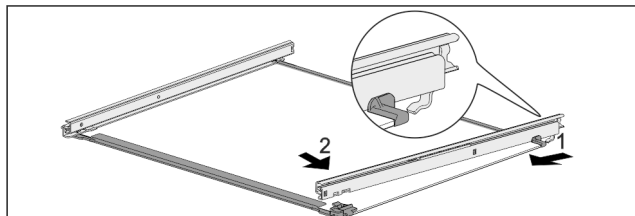

Fig. 125 带轨道的玻璃隔板
- 轨道后部钩入。 Fig. 125 (1)
- 轨道前部卡紧。 Fig. 125 (2)